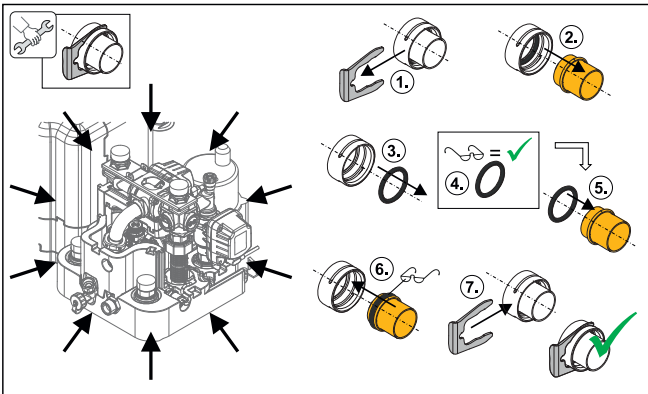

Bild 4-18 Hydraulik-Steckverbindungen
- O-Ringe nach der Demontage bzw. vor der Montage einer Steckverbindung immer auf dem einzusteckenden Teil platzieren (siehe Bild 4-18).